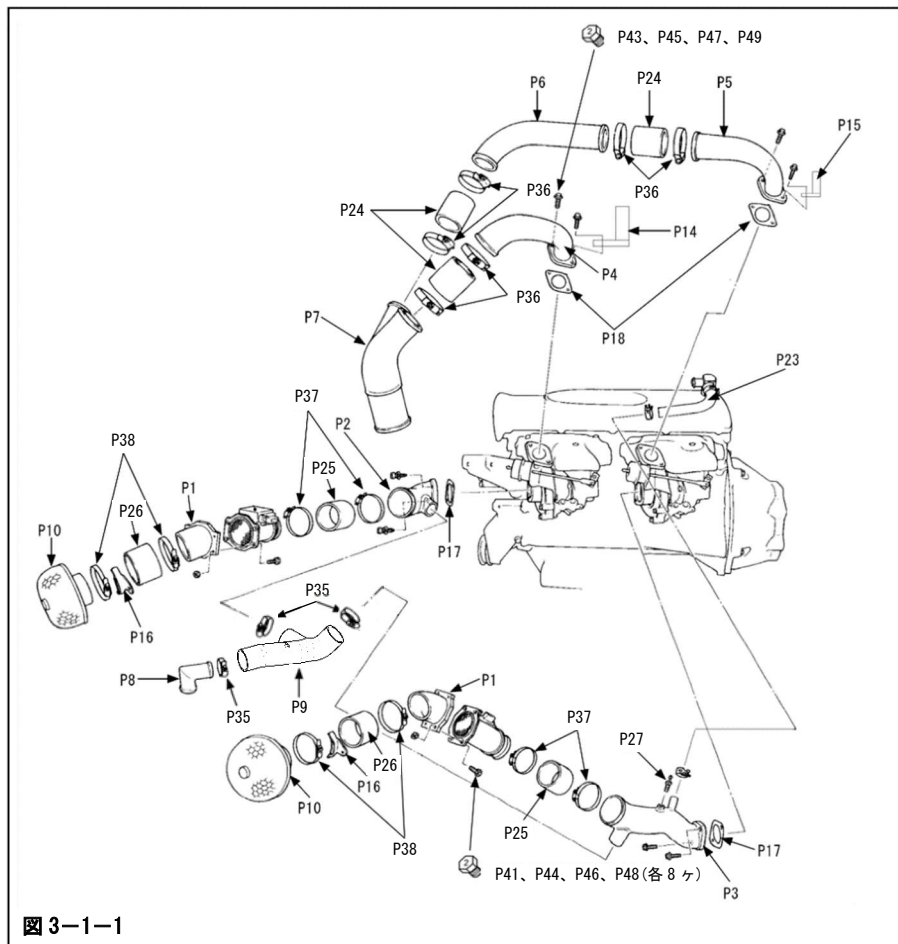
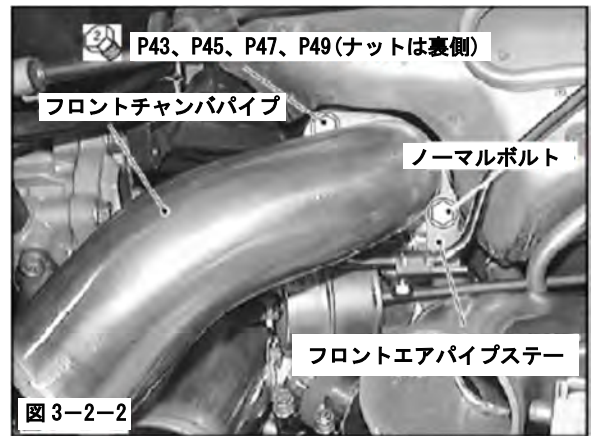

図 3-1-1
図 3-2-2
(図 3-1-1, 図 3-1-2)
(2) リア側ターボチャージャ Assy にリアサクションパイプを取付けてください。(図 3-1-1)
(4) リサキュレーションホースにフロントサクシオンパイプを取付けてください。
(5) フロント側ターボチャージャ Assy にフロントサクシオンパイプを取付けてください。(図 3-1-1)
(6) 3-1. (3) で仮付けしたホースバンドを本締めしてください。
(7) リサキュレーションパイプ No. 4 とリサキュレーションホースを取付けて、リサキュレーション配管を行なってください。(図 3-1-1)
(1) リア側ターボチャージャ Assy にリアチャンバパイプ No. 1 を取付けてください。その際、リアエアパイプステーを共締めしてください。(図 3-1-1)
(図 3-1-1, 図 3-2-2)
- (7) リアチャンバパイプ No. 2、インタークーラインレットパイプを取付けてください。(図 3-1-1)
(1) エアフロメータにエアフロメータアダプタ、エアクリーナを取付けてください。(図 3-1-1)